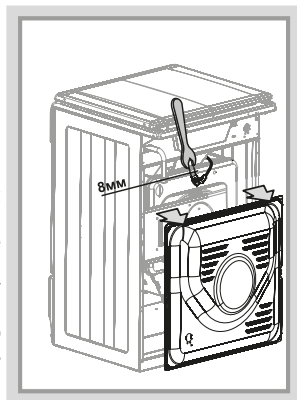

Рис.14.2
- при помощи ключа выкрутить и заменить сопло (рис.14.2)